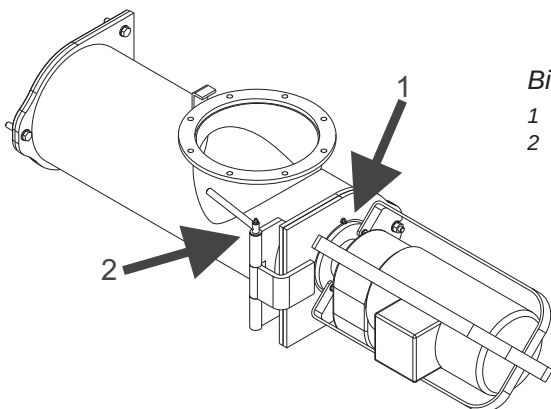

Bild 19: Schmierstellen
- Etwa alle vier bis sechs Wochen die Schmierstellen mit einer Hochdruck-Fettpresse mit 1 bis 2 Stößen Lagerfett schmieren (Bild 19)